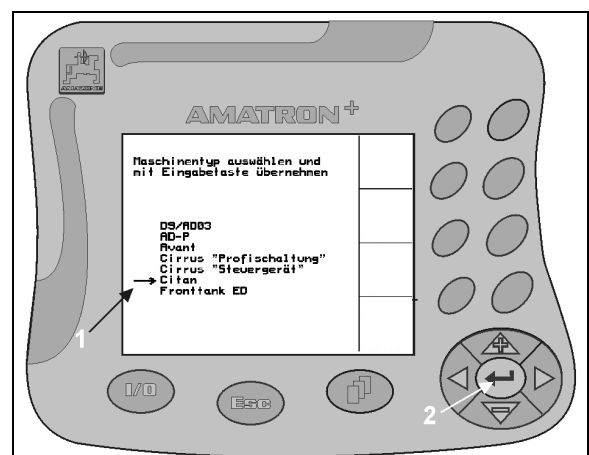

Рис. 16
- Позиционируйте указатель в виде стрелки (Рис. 16/1) с помощью  и .
-  Перенесите выбранное значение (Рис. 16/2).